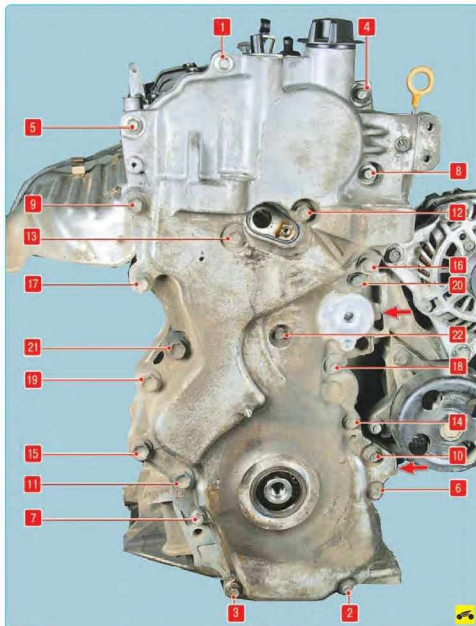

Рис. 5.8. Последовательность выворачивания болтов крепления крышки газораспределительного механизма и места разрезания уплотнителя
17. Выверните болты крепления крышки газораспределительного механизма в последовательности, указанной на рис. 5.8...
18. ...разрежьте уплотнение в местах, показанных стрелками на рис. 5.8, и снимите крышку.